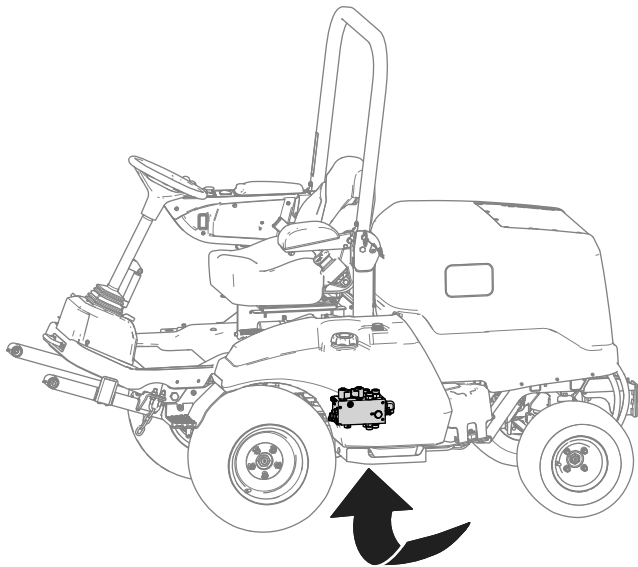

図 9
A. 油圧マニホールドの下にオイルを受ける容器をおく図 9に示す。